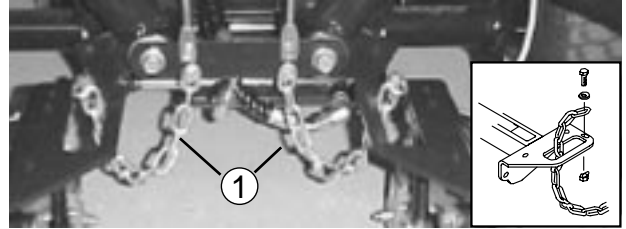

図 21
4. 各キャリア・フレームのスロットにチップー・チェーンを下から上に通し、チェーンをキャリア・フレームの上に固定する（図21；キャップスクリュ、ワッシャ、ロックナットを使用）。